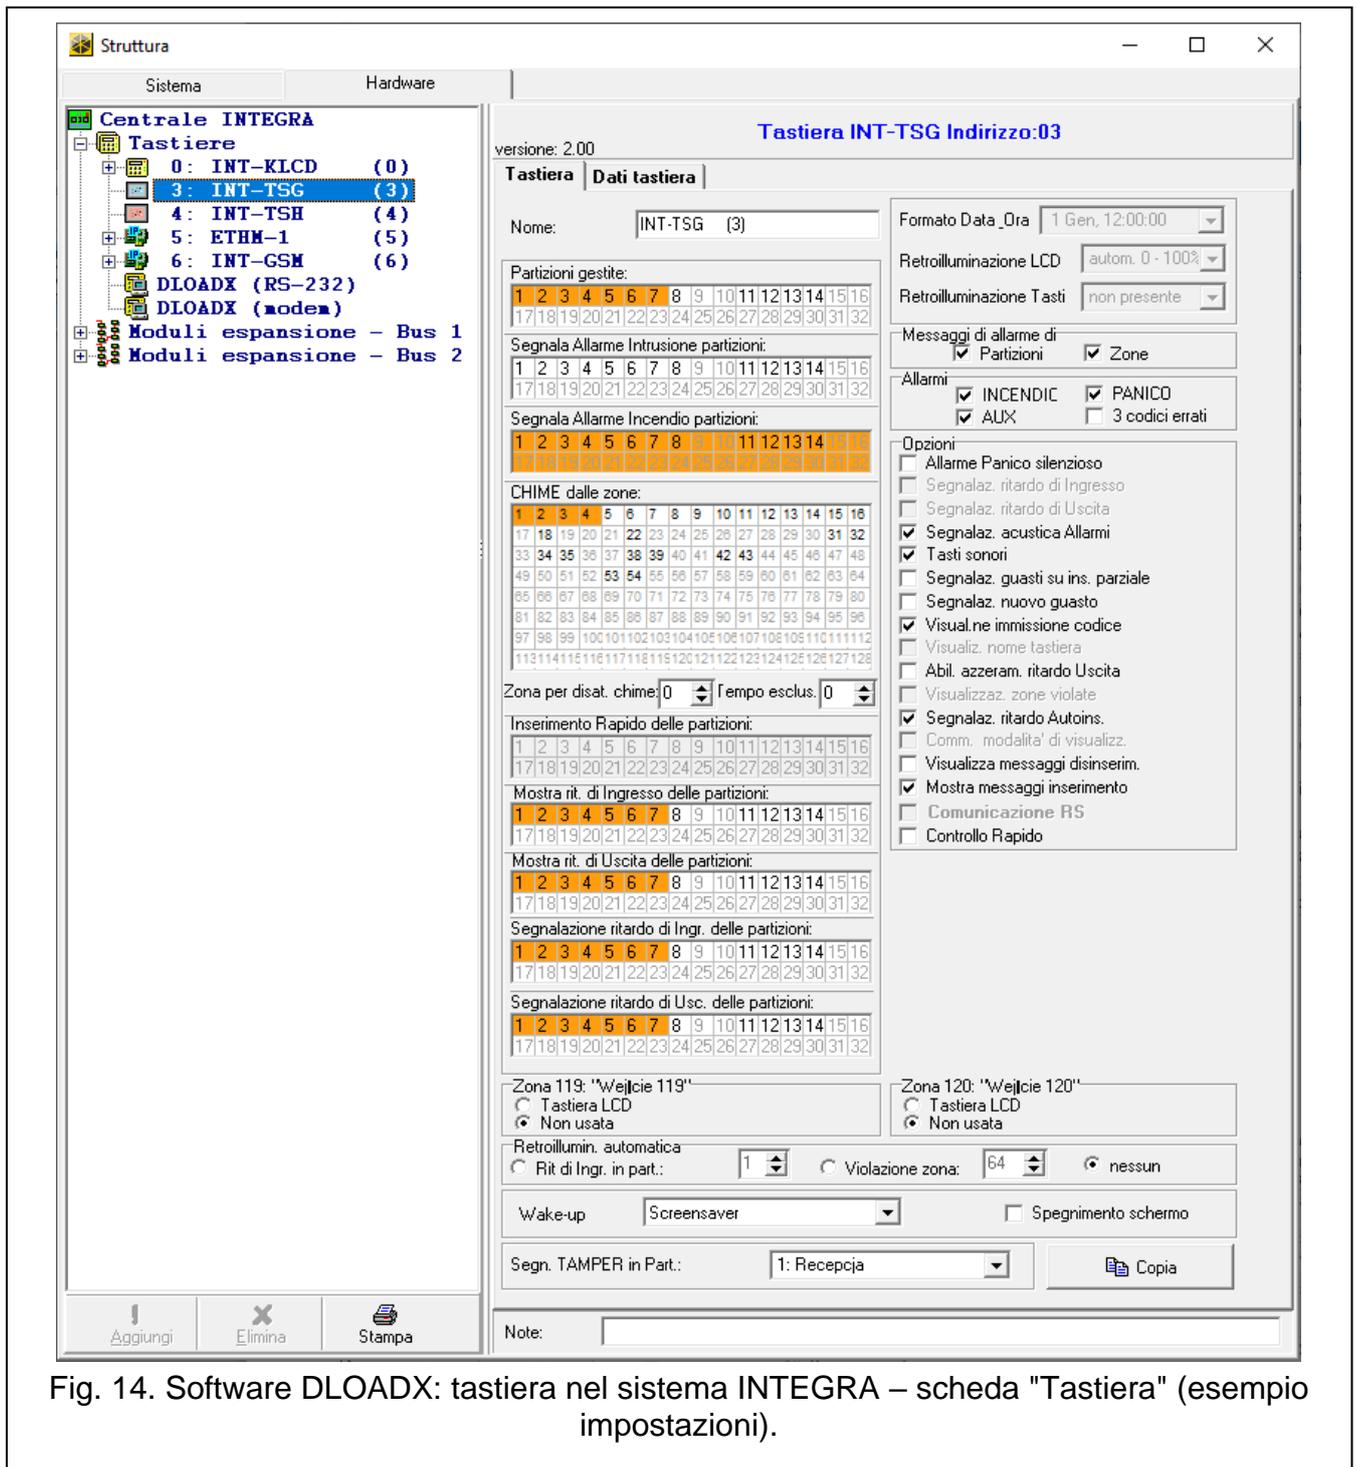

Fig. 14. Software DLOADX: tastiera nel sistema INTEGRA – scheda "Tastiera" (esempio impostazioni).
- software DLOADX: →finestra "Struttura" →scheda "Hardware" →ramo "Tastiere" →[nome della tastiera] (Fig. 14).